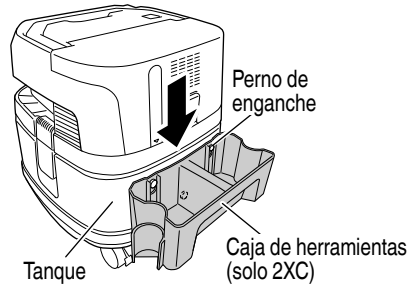

Fig. 24
(3) Ensamblaje de la caja de herramientas (Fig. 24)